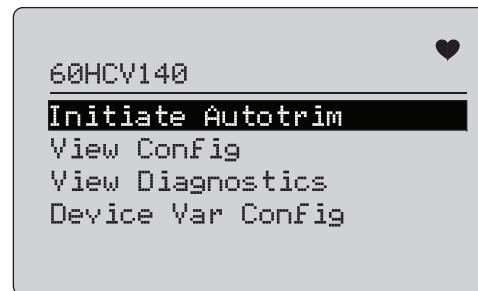

Figura 58. Menu Comunicazione HART
2. Accedere a **Modify Setup** (Modifica configurazione) > **HART Comms** (Comunicazione HART. Vedere la figura 58 per le opzioni disponibili.